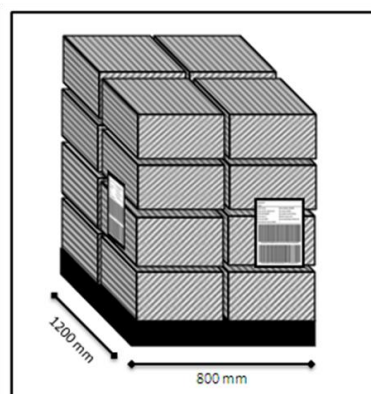

Figura 9 – Colocação de Etiqueta GS1-128 / EAN128 em Paletes mono-referência/lote/validade - Congelados
- Produtos Congelados: As etiquetas têm de ser colocadas à direita, no topo e no lado esquerdo da paleta no Vitafilme (Figura 9).